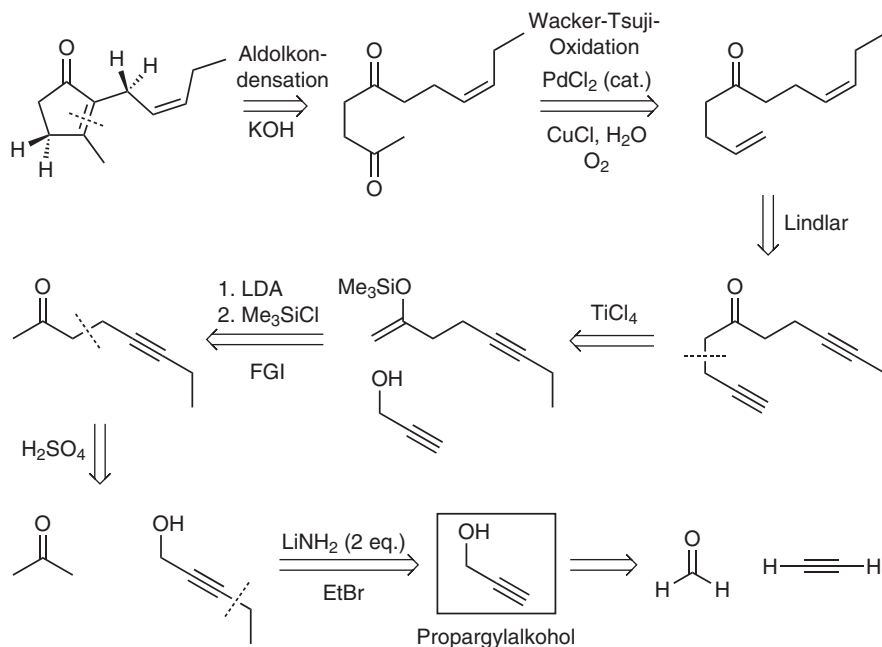

Abb. 2.6 Mehrstufige Retrosynthese von (Z)-Jasmon
- Die Retrosynthese von Jasmon ist in Abb. 2.6 der Einfachheit halber direkt in Form von Syntheseäquivalenten gezeigt. Formulieren Sie die Syntheschritte der einzelnen Schritte.